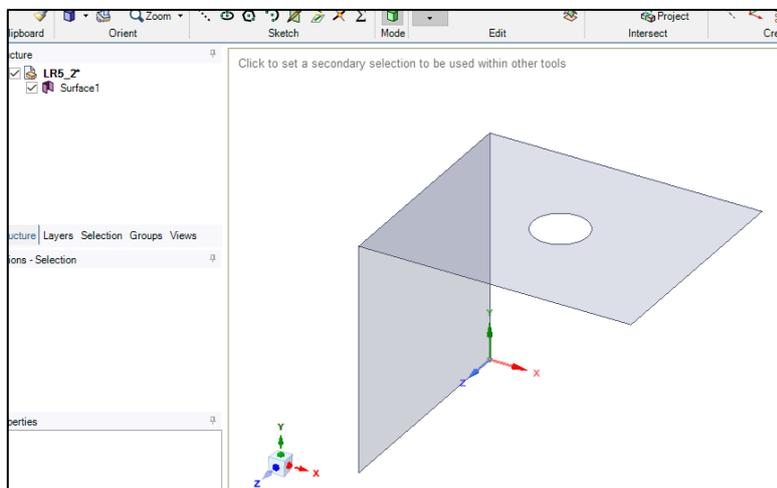

Рис. 23. Импорт геометрии
– для пункта 11.3 выбираем вторую геометрию (рис. 23).